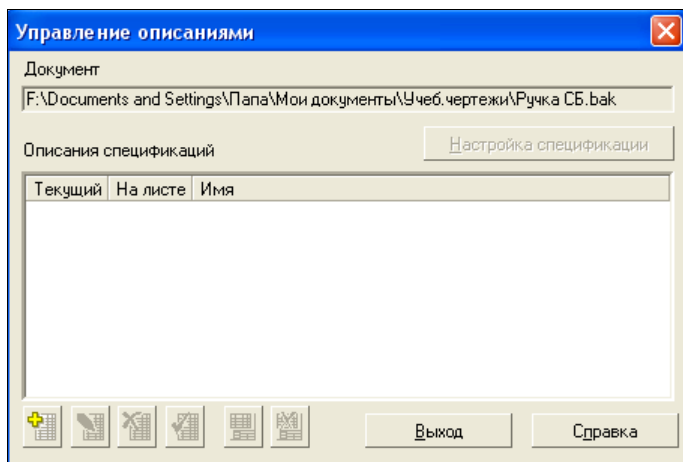

Рис. 14.32. Диалоговое окно **Управление описаниями**
- ♦ на **Компактной панели** откройте панель инструментов **Спецификация**. На панели нажмите кнопку **Описание спецификаций** . Система выведет на экран диалоговое окно **Управление описаниями** (рис. 14.32);